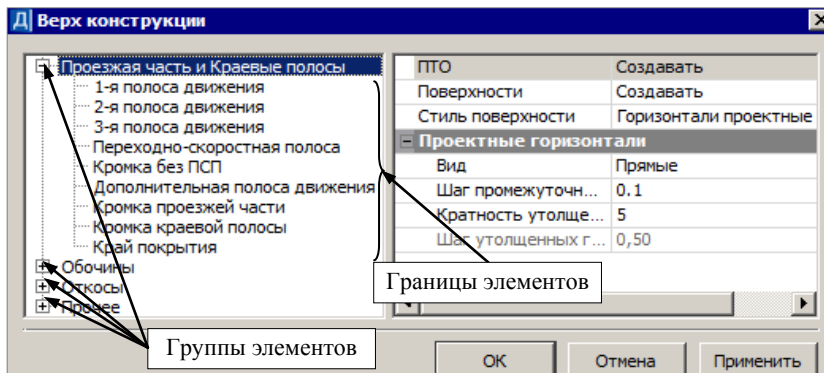

Рис. 24.4
- В строке **Элементы** при помощи кнопки **Выбор** ... откройте диалог **Верх конструкции** (рис. 24.4).
Элементы в диалоге разделены на группы: **Проезжая часть и Краевые полосы, Обочины, Откосы, Прочее** (рис. 24.4).
- Настройки создания поверхностей для групп **Проезжая часть и Краевые полосы, Обочины, Прочее** показаны на рис. 24.4.